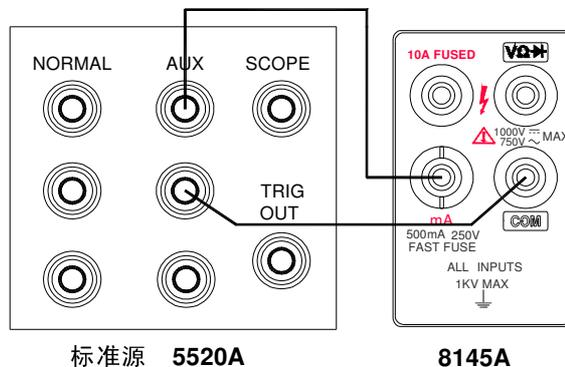

图 5—2
- (1) 使标准设备处于‘STBY’状态，按下 8145A 的  键，仪表默认进入 300mA 直流电流的校准状态。
- (2) 按图 5—2 所示连接仪表和标准设备。